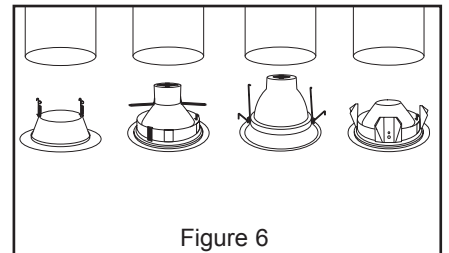

Figure 6
Step 4. Install trim using coil, leaf, torsion, or push-in springs as provided (Fig. 6). Remove socket paint protector cover and install proper lamp (light bulb) as listed on housing label.
Paso 4. Instale el reborde usando resortes helicoidales, de torsión o de lámina flexible, según se indique (fig. 6). Quite la cubierta protectora azul de la pintura del enchufe e instale la lámpara adecuada según se indica en la etiqueta de la caja.